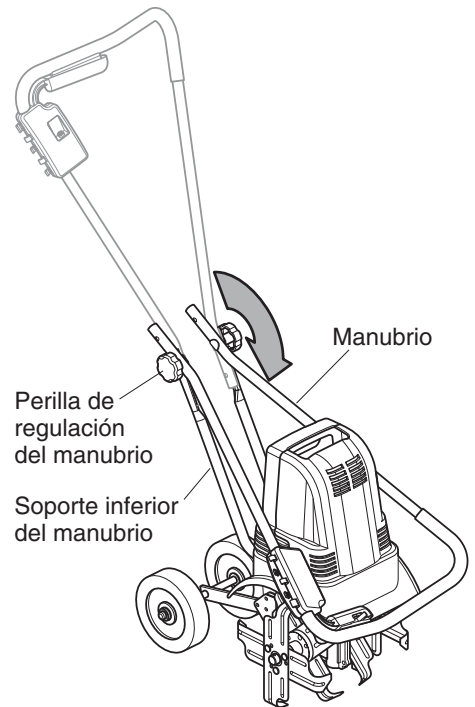

Figura 4 – Doblamiento hacia abajo del manubrio
1. Afloje las perillas de regulación del manubrio. Gire el manubrio hacia adelante y hacia abajo por sobre la caja del cultivador (Vea la figura 4). No fuerce el manubrio. Si se nota un endurecimiento, continúe aflojando las perillas de regulación. Tenga cuidado que el cordón de alimentación no quede apretado entre el manubrio y su soporte inferior.